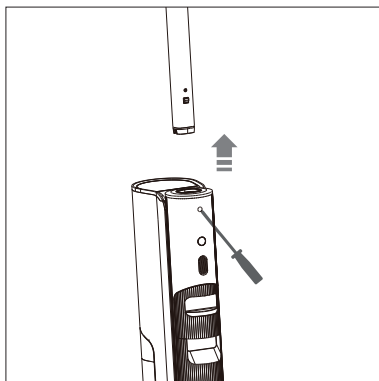

Fig. 20 – Retirada del asa
- ▶ Utilice una herramienta adecuada (p. ej., un destornillador) para presionar en la pequeña abertura situada debajo del asa y tire de ella hacia arriba para extraerla (**véase Fig. 20**).